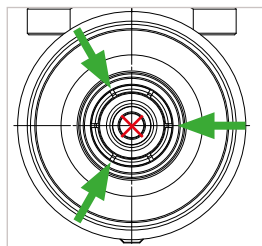

Figure 10
Remarque : veillez à ce qu'aucun détergent ne pénètre dans la conduite de gaz (*Figure 10*).
- ▶ Vaporisez brièvement une fois le lubrifiant avec le petit tube entre chaque deuxième pince de serrage (*Figure 10*).
Attention : le lubrifiant ne doit pas être vaporisé dans la conduite de gaz (*Figure 10*).